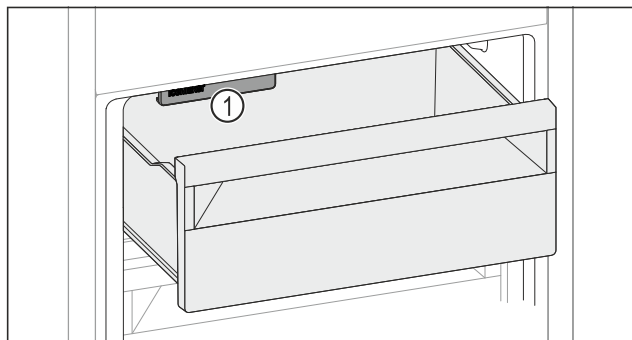

Fig. 266
- Huomioi IceMaker Fig. 266 (1).